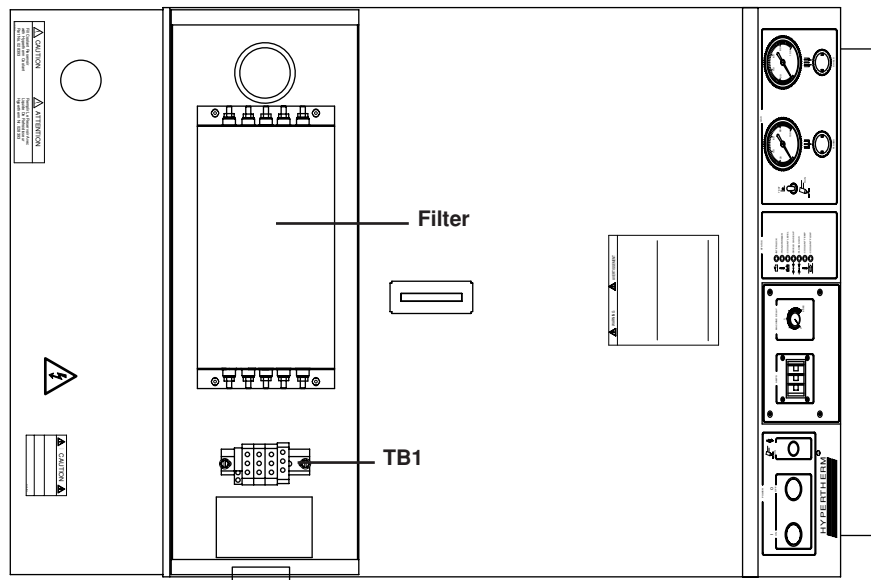

Abbildung a-2 Stromquelle MAX200 mit abgenommener Abdeckung des elektromagnetischen Interferenz-Filters – Ansicht von oben
2. Die vier Filterabdeckungsschrauben lösen und die Abdeckung entfernen, damit die Netzspannungsanschlüsse zu TB1 (siehe Abb. a-2) erreichbar sind.